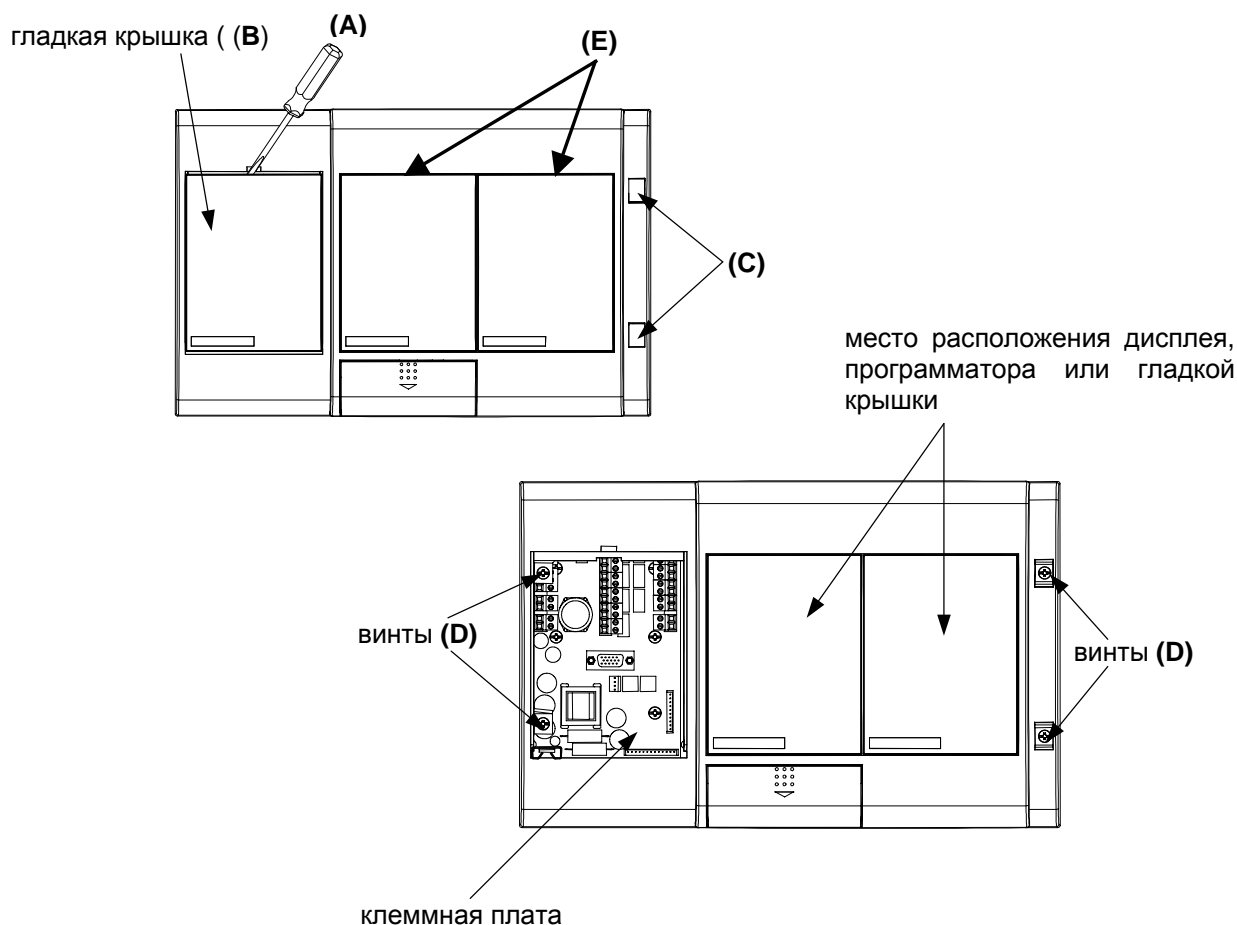

Рис.4 Демонтаж гладкой крышки, заглушек винтов, модулей дисплея и программатора.
а) вставьте плоский конец отвёртки А (4мм x 1мм) в верхний разъём над гладкой крышкой. См. Рис.4
Винты невыпадающего типа и останутся в передней панели. См. Рис.4
- введите плоский конец отвёртки 4мм x 1мм в просвет между модулем и передней панелью (Е) См. Рис. 4.